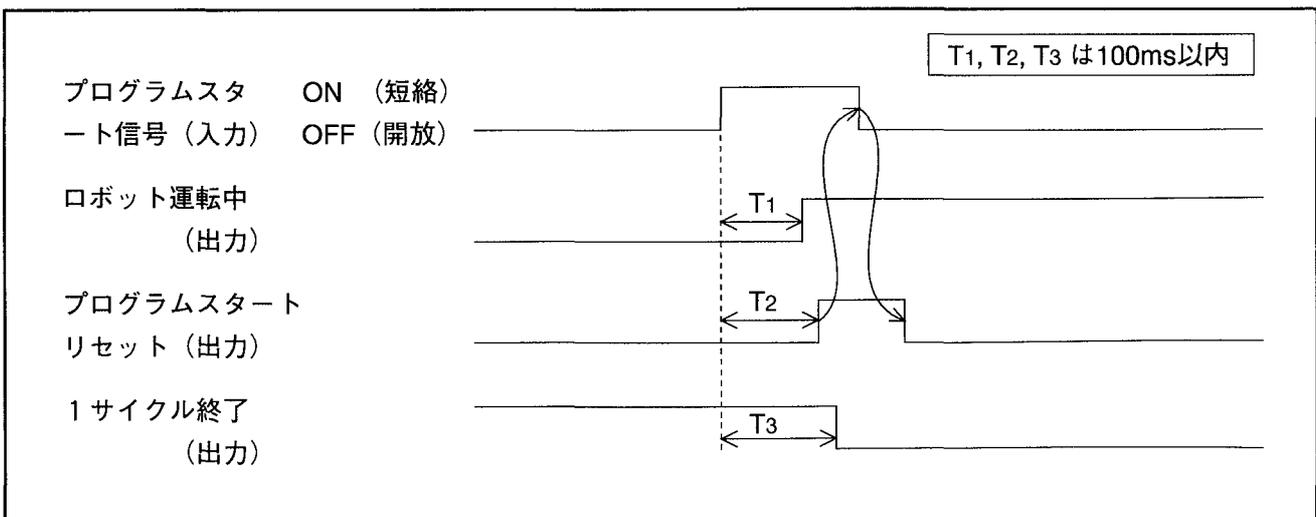

図5-35 プログラムスタート信号立ち上げの出力信号のタイミング
注意：プログラムスタート信号を入力してから、ロボット運転中、プログラムスタートリセット、1サイクル終了の順番で出力信号は変化します。(図5-35の $T_1 \rightarrow T_2 \rightarrow T_3$) このときの出力信号変化は、プログラムスタート信号を立ち上げて (ON) から100ms以内に起ります。(図5-35)